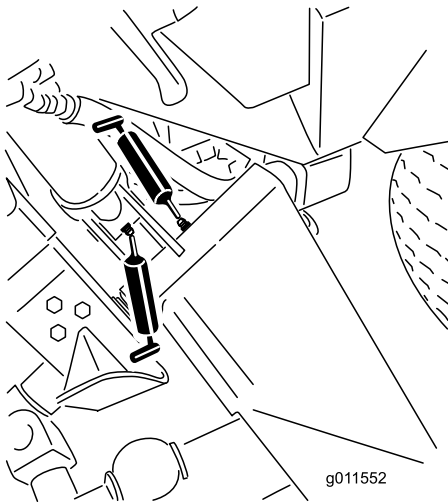
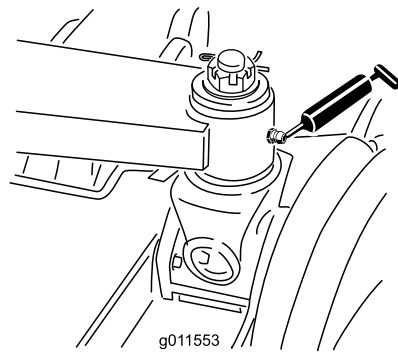

Figura 49
Figura 50
- 6 boccole del braccio di sollevamento principale (Figura 49 e Figura 50)